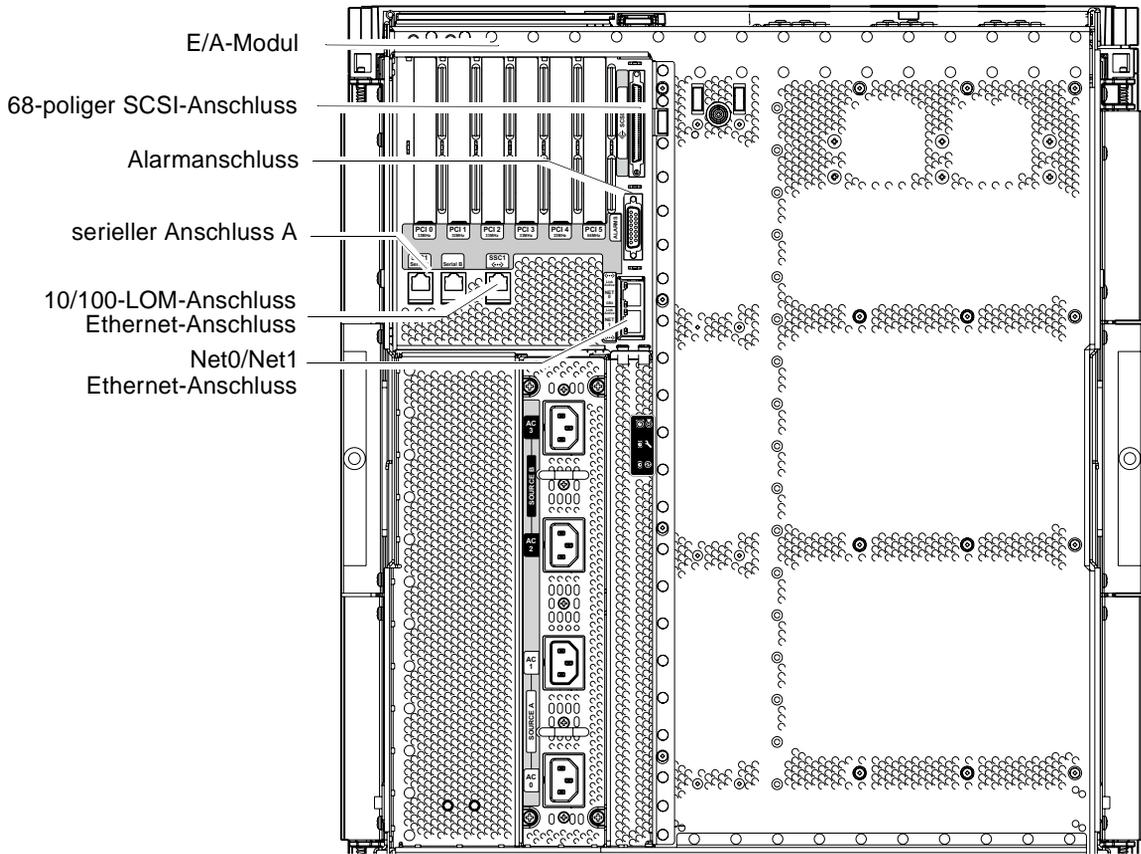

ABBILDUNG 1-23 Positionen des System Controllers und des E/A-Moduls
1. **Schließen Sie ein Ende des E/A-Ethernet-Kabels an den Net0/Net1-Ethernet-Anschluss an (ABBILDUNG 1-23).**